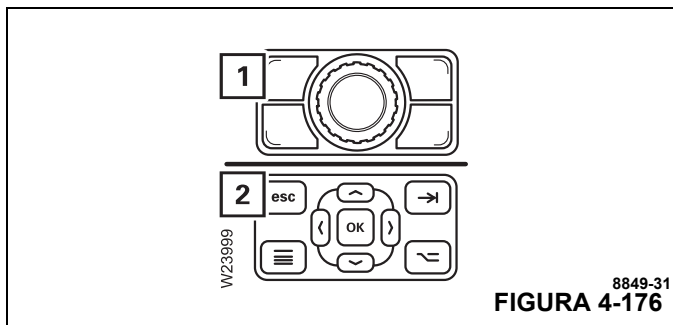

FIGURA 4-176
Se puede cancelar la introducción en cualquier momento. Pulse el botón (1, Figura 4-176) o (2).